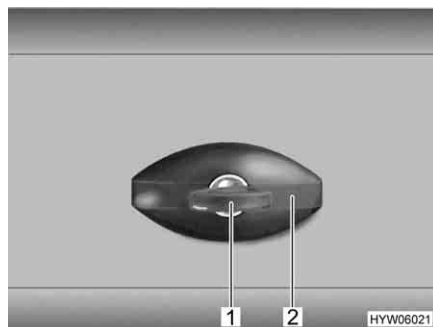

Bild 34 Lucklås, ellipsformat, låst
- Öppna:** ■ Stick in nyckeln i låscylindern (Bild 34,1) och vrid ett kvarts varv moturs. Låshandtaget (Bild 34,2) frigörs.